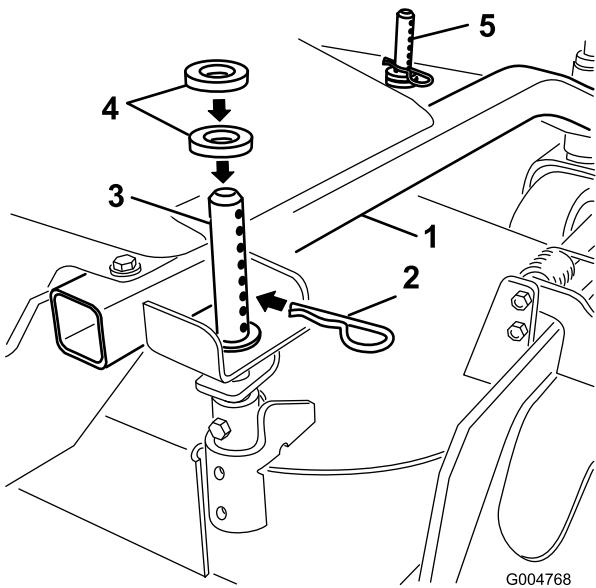

Figura 12
1. Seleccione el taladro en el pilar de ajuste de altura de corte y la cantidad de espaciadores correspondiente a la altura de corte deseada (Figura 12).
- Con la ayuda del manillar de elevación, levante el lateral de la plataforma y retire el pasador de horquilla (Figura 12).
- Agregue espaciadores o quítelos de ser necesario y luego alinee los taladros e introduzca el pasador de horquilla (Figura 12).